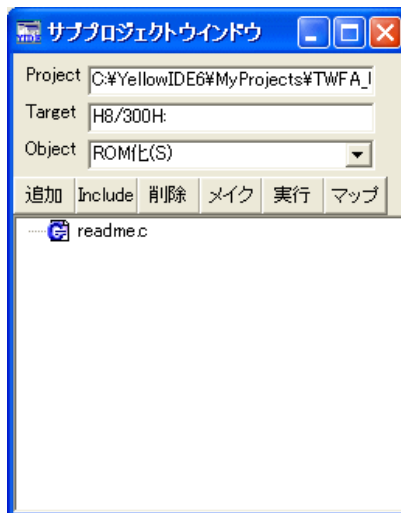

図 35 サブプロジェクトウィンドウ
5. サブプロジェクトウィンドウ(図 35)が表示されますので[Object]欄が"ROM化(S)"になっていることを確認して[メイク]ボタンを押します。警告³が 2 つ表示されますが無視して構いません。ここまでの作業で「¥Projects¥_TWMON」フォルダに「REM_MON.S」というファイルが作成されます。ファイル名はデバッグモニタの書込み(18ページ)で書き込んだものと同じですが、新しく作成したファイルにはデバッグモニタの機能に加えて、標準のCライブラリが組み込まれています。